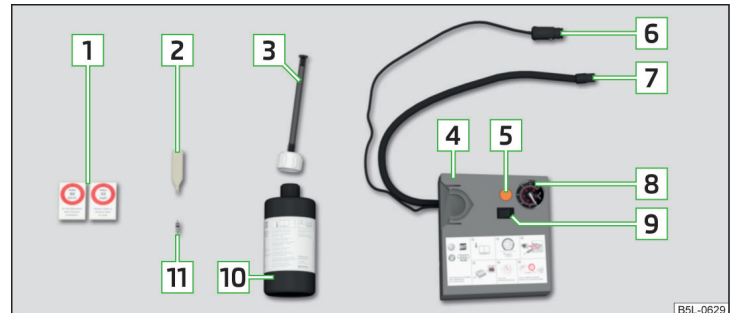

Abb. 170 Pannensetbeschreibung
- Den Ventileinsatzdreher **2** » **Abb. 170 auf Seite 152** auf den Ventileinsatz stecken, sodass der Ventileinsatz in den Schlitz des Ventileinsatzdrehers passt.
- Die Flasche **10** » **Abb. 170 auf Seite 152** einige Male kräftig hin und her schütteln.
- Den Reifenfüllschlauch **7** » **Abb. 170 auf Seite 152** fest auf das Reifenventil schrauben.
- Den entsprechenden Aufkleber **1** » **Abb. 170 auf Seite 152** auf die Schalttafel im Sichtfeld des Fahrers kleben.